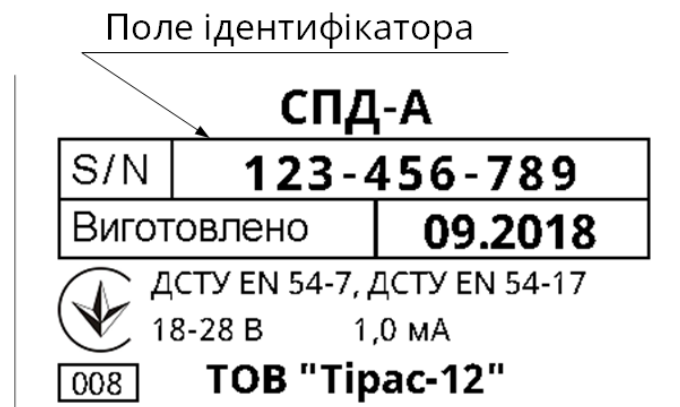

Рисунок 3 – Фірмова етикетка сповіщувача
5.6 Реєстрація (приписка) сповіщувача в СПСА можлива в автоматичному або ручному режимі. При автоматичному пошуку СПСА формує список з усіх змонтованих компонентів, після чого, використовуючи підсилену індикацію, їх необхідно розподілити в зони. При ручній приписці використовується ідентифікатор (серійний номер) сповіщувача, що записаний на фірмовій етикетці сповіщувача (рисунок 3). Для ручної приписки необхідно обрати зону та задати ідентифікатори сповіщувачів, які фізично змонтовані в даній зоні. СПСА виконає пошук за вказаними ідентифікаторами. Детально процедура реєстрації описується в настанові щодо експлуатування ААЗЧ.425521.007 НЕ на АМР/АПР.